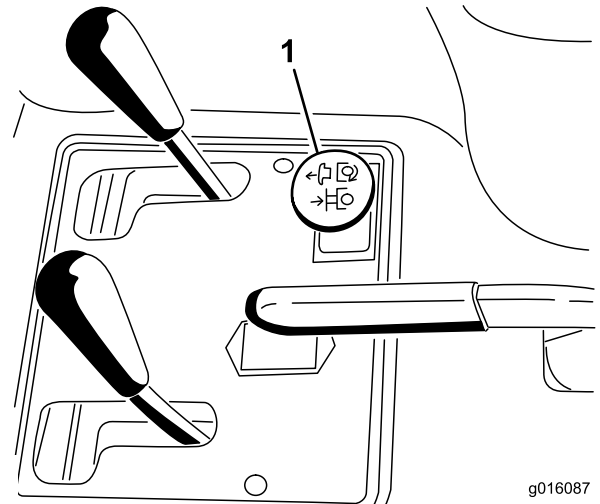

Figure 19
3. Engagez la lame en tirant sur le bouton de commande hydraulique à distance (Figure 19).
- Désengagez la lame en appuyant sur le bouton de commande hydraulique à distance (Figure 19).